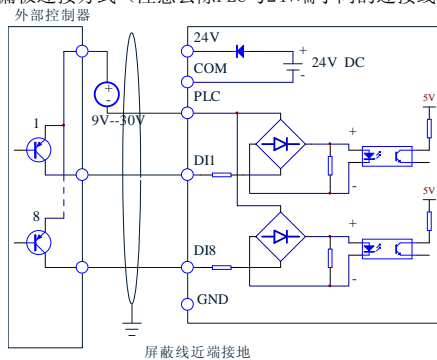

图3-26 使用外部电源的漏极连接方式
4) 使用外部电源的漏极连接方式（注意去除PLC与24V端子间的连接线），如图3-26所示。